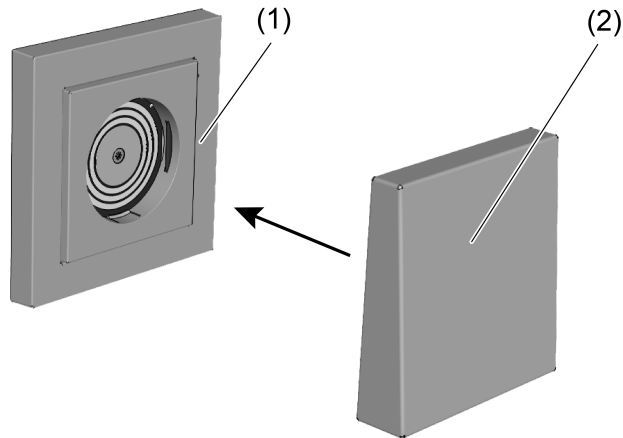

Bild 1: Montering av ljuspåsatsen
- Placera ljuspåsatsen (2) i det monterade ljusuttaget (1) (Bild 1).